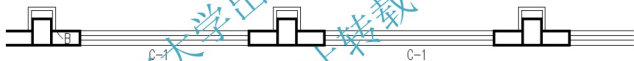

图 4.34 绘制装饰柱 4
(4) 执行【复制】命令,将装饰柱复制到另外两个柱子上,结果如图 4.34 所示。
(1) 单击【绘图】工具栏上的【直线】图标或在命令行输入“L”并按 Enter 键,启动【直线】命令。
① 在 line 指定第一点: 提示下,将光标放在如图 4.34 所示的 B 点处,不单击,待出现端点捕捉符号后,将光标垂直向上慢慢拖动,会出现一条虚线,然后输入“75”后按 Enter 键,确定直线的起点。
② 在指定下一点或[放弃(U)]: 提示下,将光标水平向右拖动,按住 Shift 键右击,在弹出的【临时捕捉】快捷菜单中选择【垂足】选项。